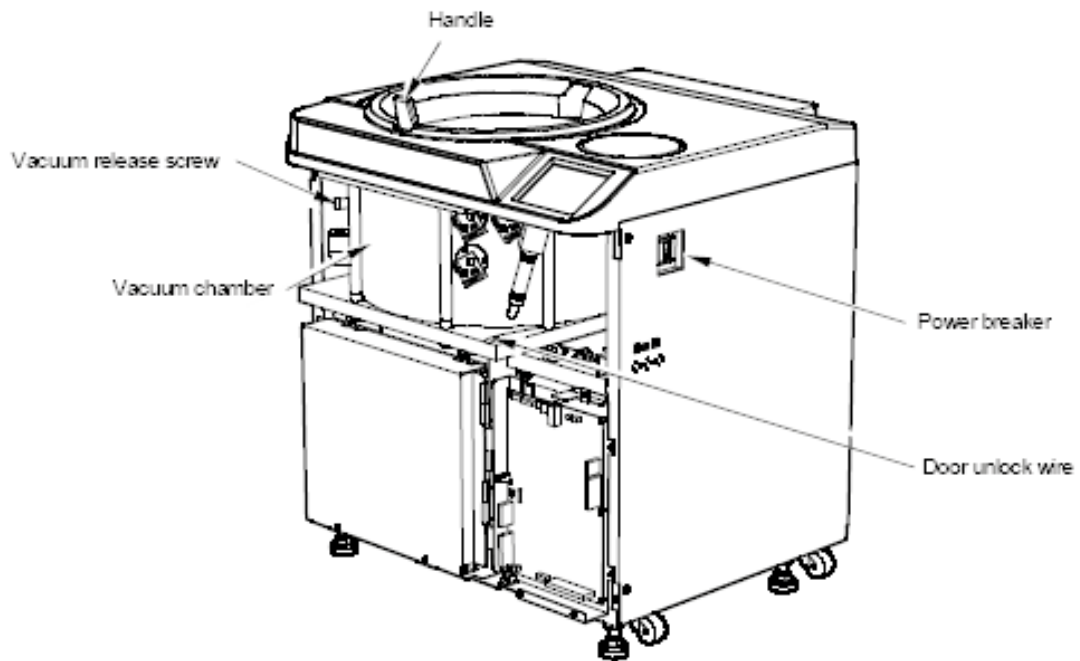

Figure 32 Ultracentrifugeuse avec le couvercle avant retiré
4. Ouvrir la soupape d'aération (en tournant la vis de dépressurisation à gauche de la chambre à vide dans le sens antihoraire) pour laisser l'air entrer dans la chambre de rotor. Quand la pression dans la chambre de rotor atteint la pression atmosphérique, serrer la vis comme avant. Figure 32 Ultracentrifugeuse avec le couvercle avant retiré.